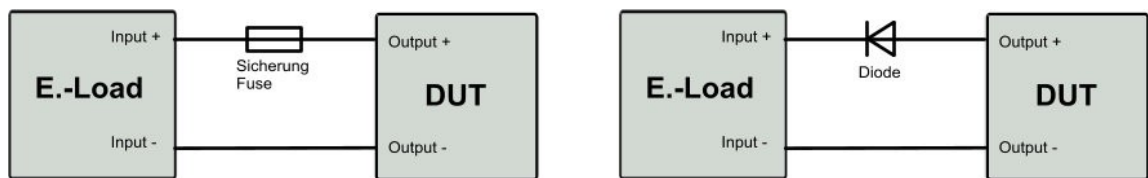

Abbildung 2.24: Verpolschutz durch Sicherung (links) oder Diode (rechts)
- Schließen Sie eine Sicherung, die Ihrer Anwendung entspricht, zwischen Prüfling und Input+ der elektronischen Last, wie in Abbildung 2.24 gezeigt!
- Wir empfehlen, wie in Abbildung 2.24 gezeigt, zusätzlich eine Verpoldiode zum Schutz des Prüflings und des Gerätes extern in den Lastkreis einzuschleifen.